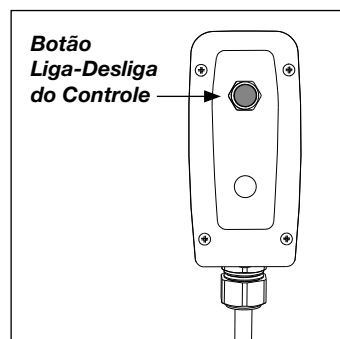

Figura 10, Controle
5.3 Operação com Controle (Ver Figura 10)